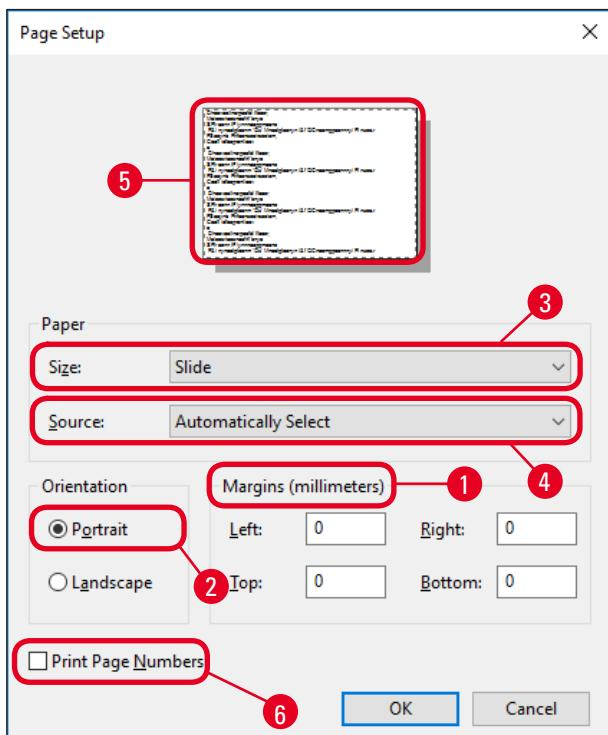

図 41
3. まず、ページ設定を選択します。File > Page Setup をクリックすると、Page Setup ダイアログボックスが開きます(→「図 41」)。